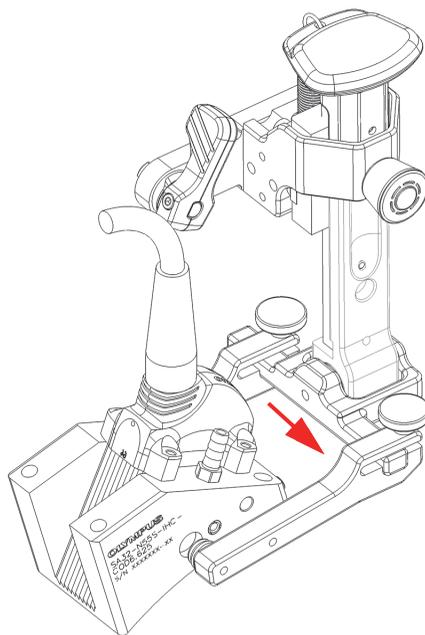

Figure 2-18 Glissement du bras de la fourche vers l'extérieur
1. Desserrez la vis de serrage des bras de la fourche, puis faites glisser l'un des bras vers l'extérieur jusqu'à l'extrémité de l'axe rotatif (Figure 2-18 à la page 49).